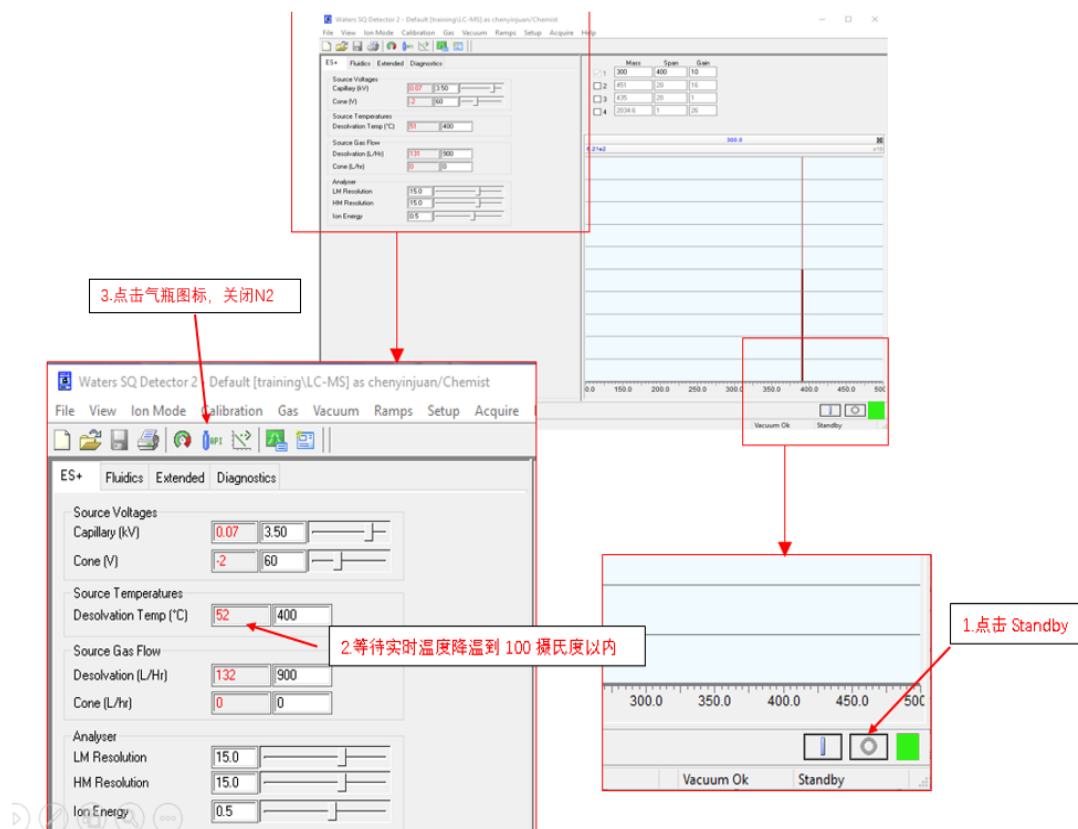

图6-48
在 Waters SQ Detector 2 调谐界面, (1) 点击右下角 Standby 图标, 绿灯变红色, 离子源电压卸载; (2) 等待左测 **Source Temperatures Desolvation** 温度降低至 **100 °C 以内**; (3) 点击气瓶快捷图标, 关闭氮气 (图6-48)。